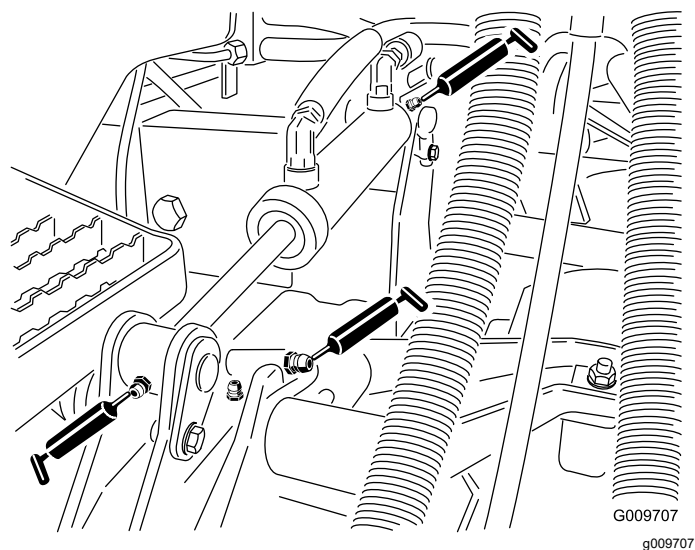

Figura 77
- Casquilhos do braço de elevação (1 por unidade de corte), como se mostra na Figura 77
- Casquilhos do cilindro de elevação (2 por unidade de corte), como se mostra na Figura 77